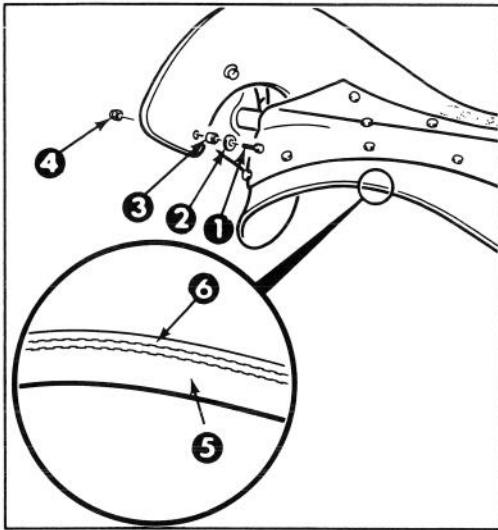

Fig. 19
1. RIMOZIONE DELLA LAMA (Fig. 19) — Togliete (8) bulloni da 11,11 mm, (4) rondelle, e (8) dadi bloccanti che fissano la lama al gruppo dell'albero del rotore.
2. Fate slittar fuori la lama dalle piastre d'acciaio e spingete le (8) boccole fuori dai fori della lama (Fig. 19).
3. INSTALLAZIONE D'UNA NUOVA LAMA — Le lame del rotore sono fatte di gomma laminata. Esamine il filo di una lama onde vedere la differenza di spessore degli strati (Fig. 19). (Alcune lame hanno un numero di parte iscritto sul lato spesso della stessa).